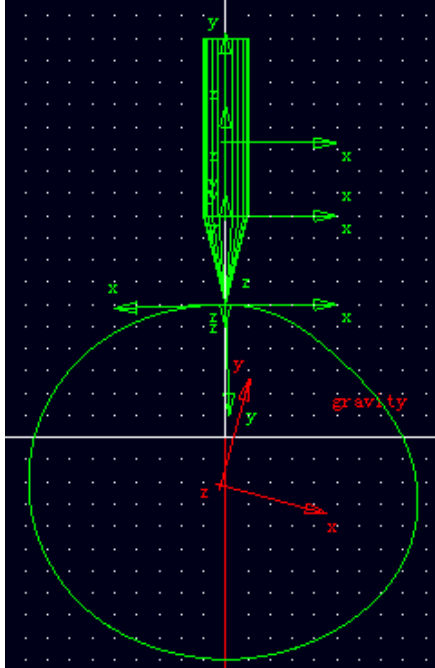

图 5-3 尖顶从动件
5.3 在截锥体上右击鼠标，选择“--Frustum:FRUSTUM\_7→Modify”，在弹出的对话框中，将 **Top Radius** 项的值改为 (0.0mm)，**Bottom Radius** 项的值改为 (10.0mm) (此半径值和圆柱体的半径相同)。点击“OK”确定。修改后的尖顶从动件如图 5-3 所示。